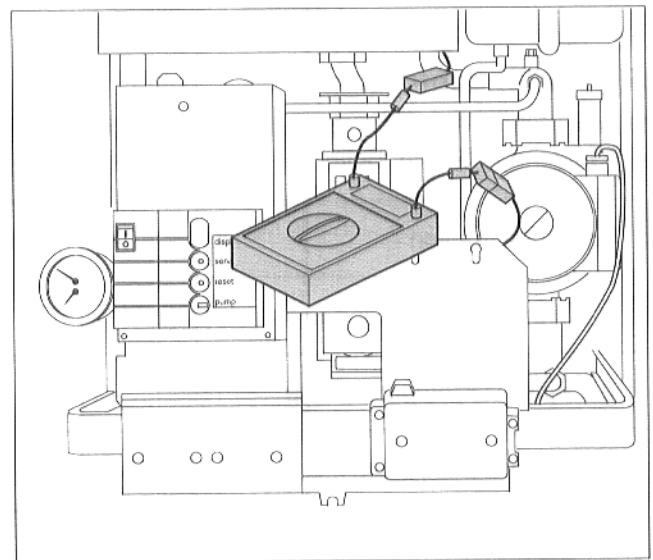

Abb. 24 Ionisationsstrom messen
- Steckverbindung des Überwachungskabels lösen und Meßgerät in Reihe anschließen (Abb. 24). Am Meßgerät den μA -Gleichstrombereich wählen.